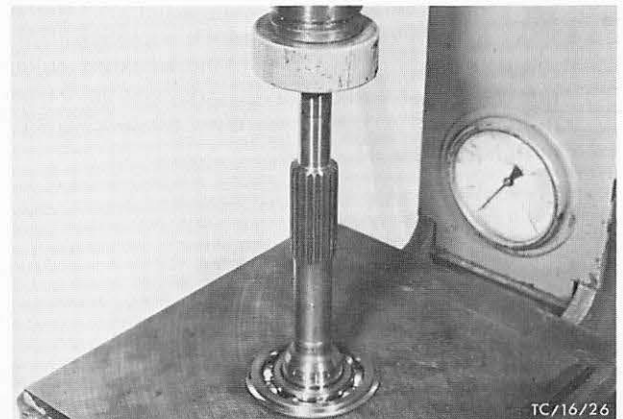

Abb. 54 Kugellager-Antriebswelle abpressen
35. Sicherungsring von Antriebswelle abbauen und Kugellager-Antriebswelle abpressen. Abb. 54.